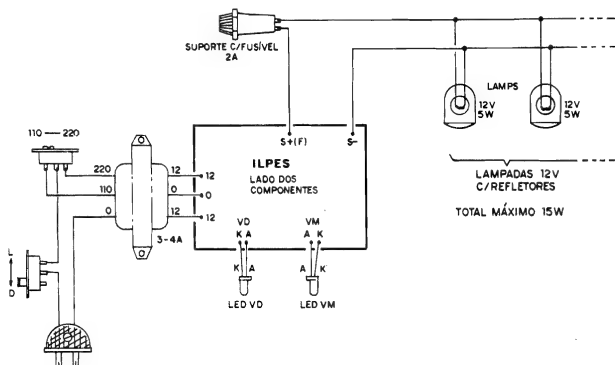

Fig.4
**- FIG. 4 - CONEXÕES EXTERNAS À PLACA** - Os dois primeiros passos da realização (confeção da placa e soldagem dos componentes que ficam diretamente sobre ela...) já foram detalhados... Agora, podemos passar à terceira etapa da montagem (também importante, e exigindo um pouco de